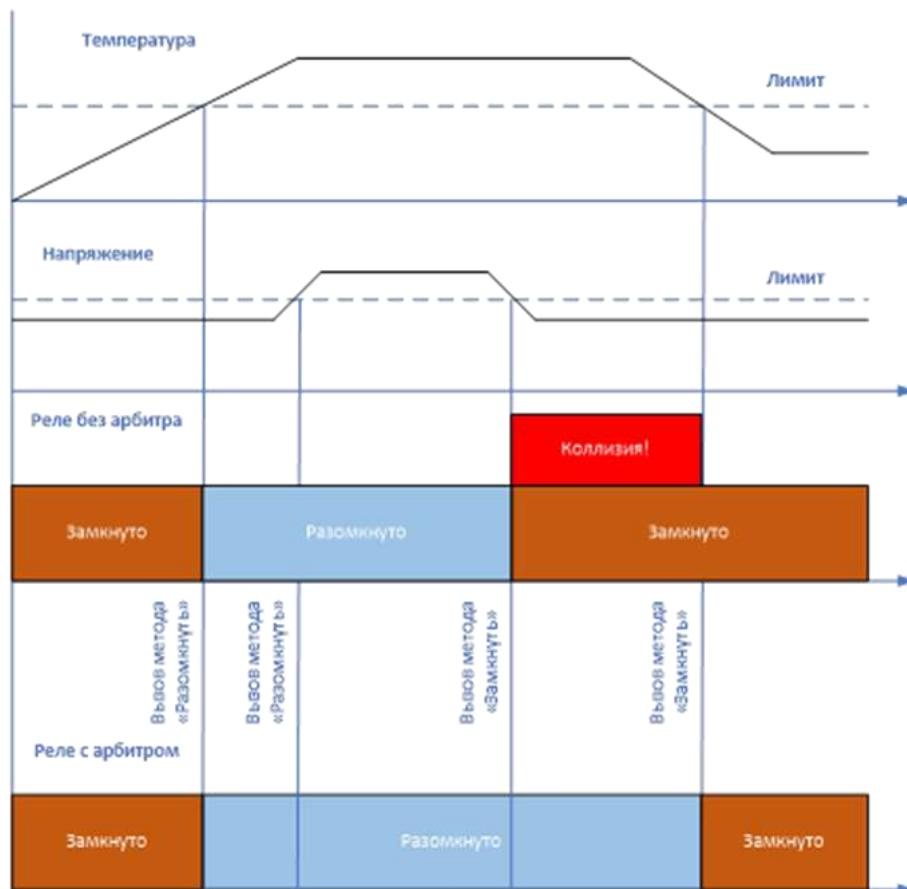

Рисунок 61 – Пример возникновения коллизии
6.8.7.3 Рассмотрим работу Арбитра на примере, изображённом на Рисунок 61 с коллизией.